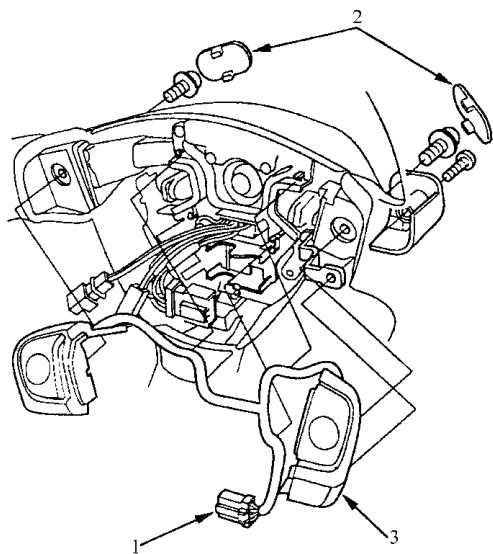

图 5-79 断开主开关(7 速模式)转向换档开关
- 2) 如图 5-79 所示, 断开主开关(7 速模式)/转向换挡开关插接器。